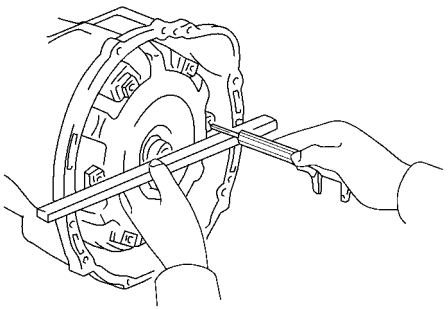

图 11-21 用游标卡尺和直尺
(1) 脱开和连接散热器上部软管。
(2) 检查液力变矩器的安装状况。使用游标卡尺和直尺，测量从液力变矩器安装面到变速器壳体前面的间距，如图 11-21 所示。